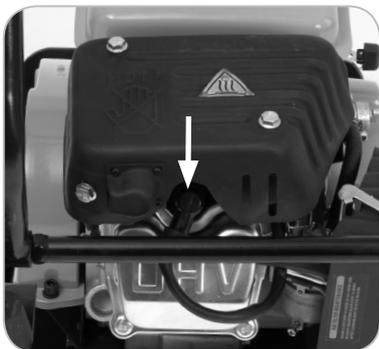

Fig. 13
- Retire la bujía usando una toma de bujía (suministrado). (Fig. 13)